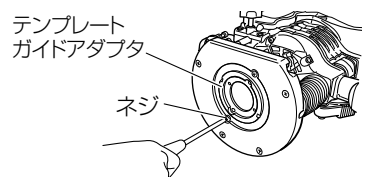

図 14
- (1) テンプレートガイドアダプタを止めている 2 本のネジをゆるめます。この状態でテンプレートガイドアダプタを動かすことが可能となります。(図 14)